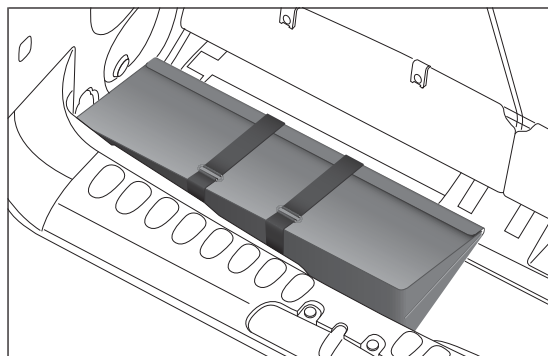

fig. 27
- ☐ *Versioni 7 posti:* aprire il bagagliaio e prendere la borsa portattrezzi fig. 27;